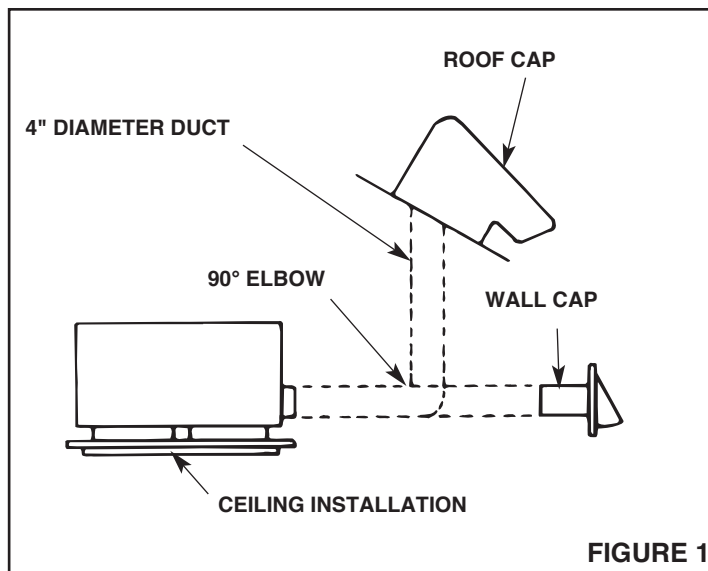
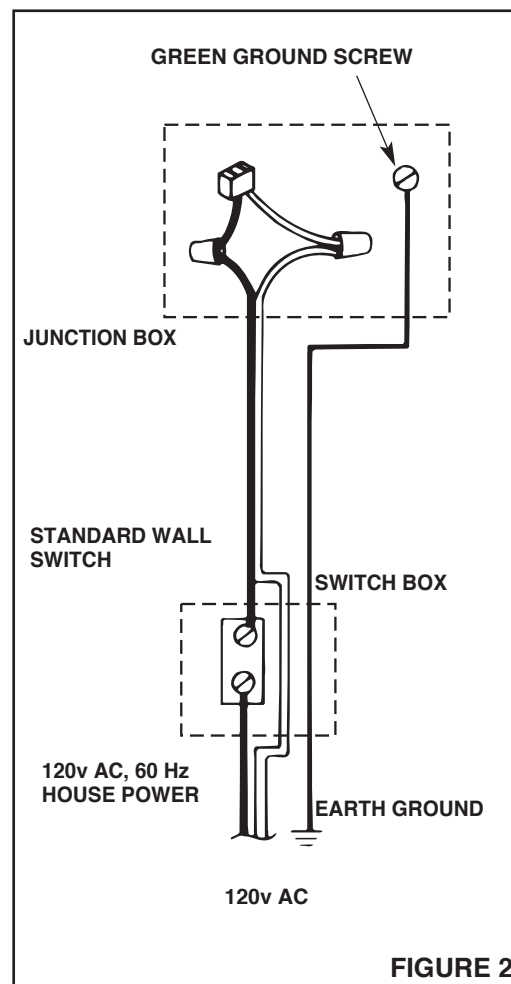

FIGURE 1
FIGURE 2
4. Refer to Figure 1. Use 4" round duct to discharge the ventilator to the outside.
Refer Figure 2.
Refer to Figure 2 for wiring and Figure 1 for ducting.
- Voir Figure 1.** Utiliser un conduit rond de 4 po comme décharge extérieure pour le ventilateur.
Voir Figure 2.